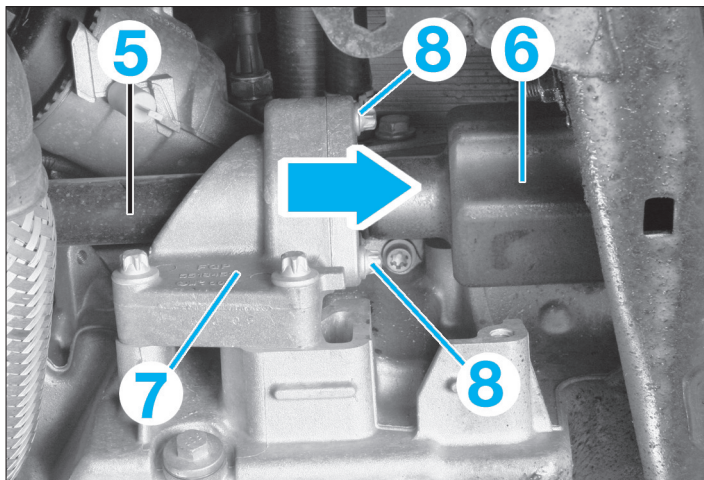

FIG. 3
- Déposer la transmission droite de l'arbre intermédiaire (5) en frappant avec un chasse en métal doux sur la partie métallique du joint homocinétique (6) (**fig. 3**).
- Déposer les 3 vis (8) support de palier (7) de transmission intermédiaire.
- Retirer l'arbre de transmission intermédiaire (5) de la boîte de vitesses.
- Fixer les 3 vis (8) sur le support de palier de transmission (7) et les serrer au couple (**fig. 3**).